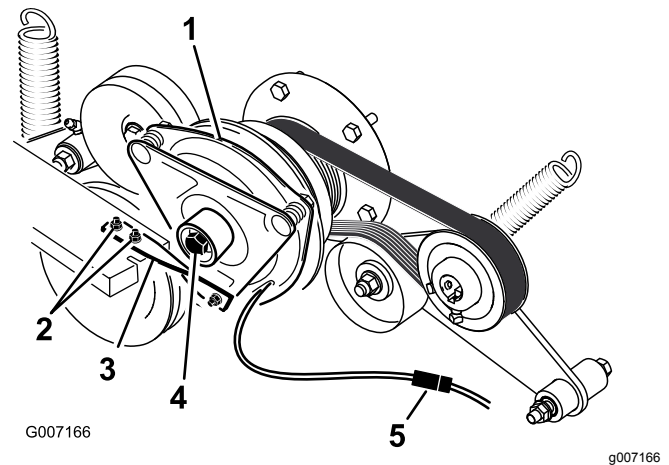

Figura 64
6. Scollegate la connessione elettrica della frizione (Figura 64).
7. Rimuovete i 2 bulloni che fissano la cinghia di gomma della frizione al telaio del tosaerba (Figura 64).
8. Rimuovete il bullone centrale che fissa la frizione all'albero motore e rimuovete la frizione e la chiave (Figura 64).
15. Tenendo l'albero a gomiti sulla parte posteriore della macchina, installate il bullone centrale e serratelo a 68 N·m (Figura 64).
16. Fissate la cinghia di gomma della frizione al telaio del tosaerba con i 2 bulloni e dadi precedentemente rimossi (Figura 64).
18. Collegate la connessione elettrica della frizione (Figura 64).